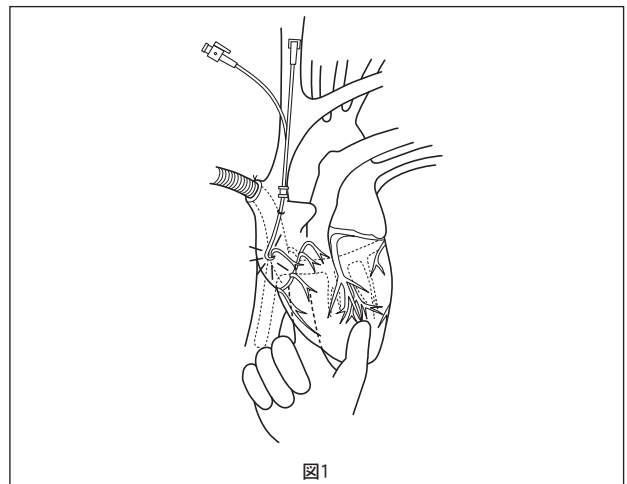

図1
- ** (1) 大動脈のクランプ後に、バルーン仕様表を参照しながら、空気または生理食塩水をパイロットバルーンに注入します。バルーンを適容量まで膨張させ、冠状静脈洞を閉塞し、圧を監視することによってそれを確認します。冠状静脈洞の許容限界以上にバルーンを膨張させないでください。冠状静脈洞内のバルーンの適切な膨張を示す青色のパイロットバルーンを、目視確認します。パイロットバルーンが膨張したままにならない場合は、カニューレを交換してください。
- (2) ゆっくりと心筋保護液の注入を開始し、施設方針に従って流量を上げていきます。
- (3) 冠状静脈洞圧が上昇します。上昇しない場合は、カニューレが冠状静脈洞以外の場所にありますので、再度位置を調整してください。
13. 心筋保護液の注入中は冠状静脈洞圧を継続的に監視、または触診法（図1参照）で、冠状静脈洞内のカニューレの位置を確認してください。